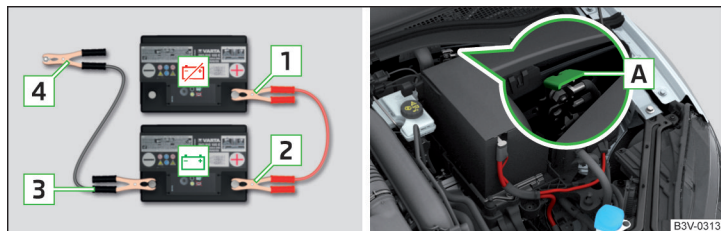

Fig. 343 Ayuda de arranque: - batería descargada, - batería que suministra corriente / punto de masa del motor en el sistema START-STOP
- En vehículos **con** el sistema START-STOP, fijar el borne **4** en el punto de masa del motor **A** » **fig. 343.**